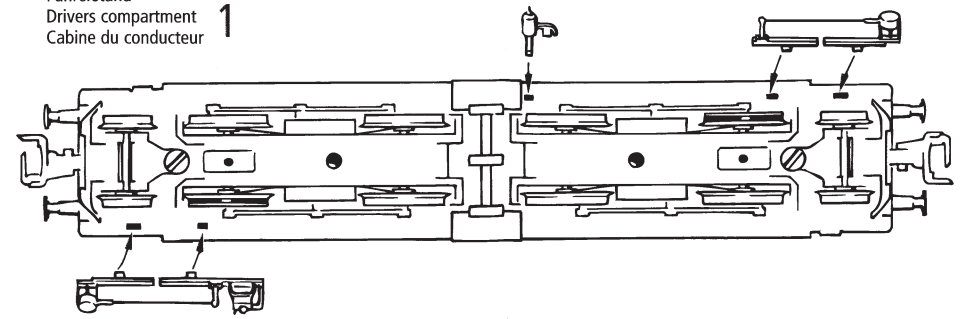

Fig. 4
3. Lämpchenwechsel: Bitte nehmen Sie zuerst das Lokgehäuse ab (Fig. 3). Danach können Sie die Lämpchen wechseln (Fig. 4).
3. Remplacement des ampoules: Veuillez démonter d'abord la caisse de votre locomotive (fig. 3), puis vous pouvez **échanger les ampoules** (voir fig. 4)
3. Change of lights: First remove loco body (fig. 3) and then change **lights**. (fig. 4)